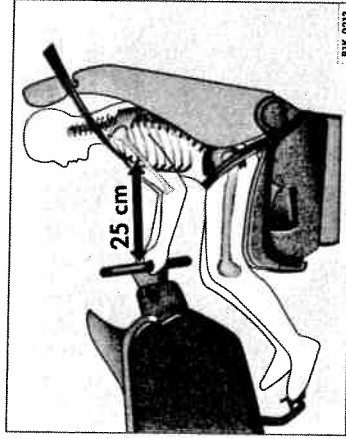

Fig. 17 Imagine de referință: Poziția corectă a conducătorului.
- Reglați volanul în poziția dorită ⇒ fig. 17.
- Reglați scaunul conducătorului auto astfel încât distanța dintre volan și torace să fie de cel puțin 25 cm. ⇒ fig. 17. Dacă nu se respectă această distanță, sistemul airbag nu își poate exercita eficiența maximă – pericol de moarte!